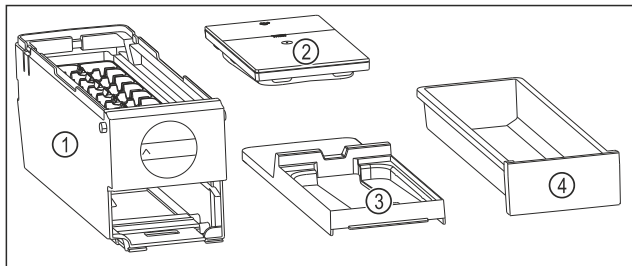

Fig. 93 Componenti dell'EasyTwist-Ice
- ▷ L'EasyTwist-Ice è scomposto in quattro parti. (vedere Fig. 93)
- ▶ Smontare l'EasyTwist-Ice scomponendo solo gli elementi rappresentati in figura. (vedere Fig. 93)
- ▶ Pulire l'intero corpo dell'EasyTwist-Ice Fig. 93 (1).